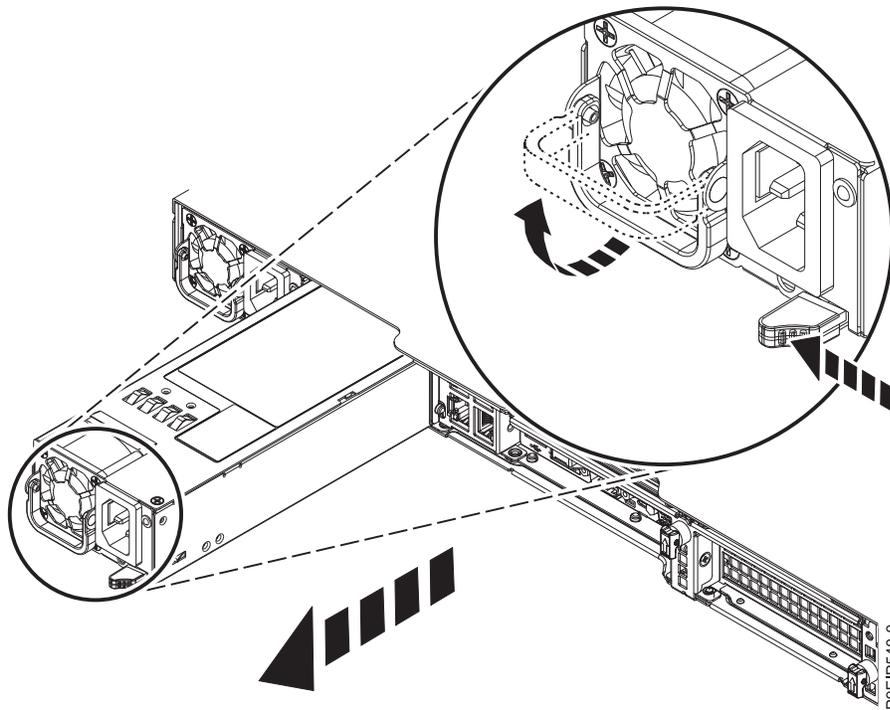

図 33. システムから電源装置を取り外す
- a. システム内の所定の位置から電源装置を取り外すには、ロッキング・タブを左方に押し下ろします (図 33 を参照)。